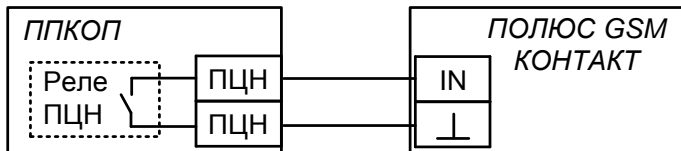

Рис.7 Схема подключения к реле ПЦН ППКОП
3. Подключите соединительный кабель к планируемому устройству (вариант схемы подключения – см. рис.7).